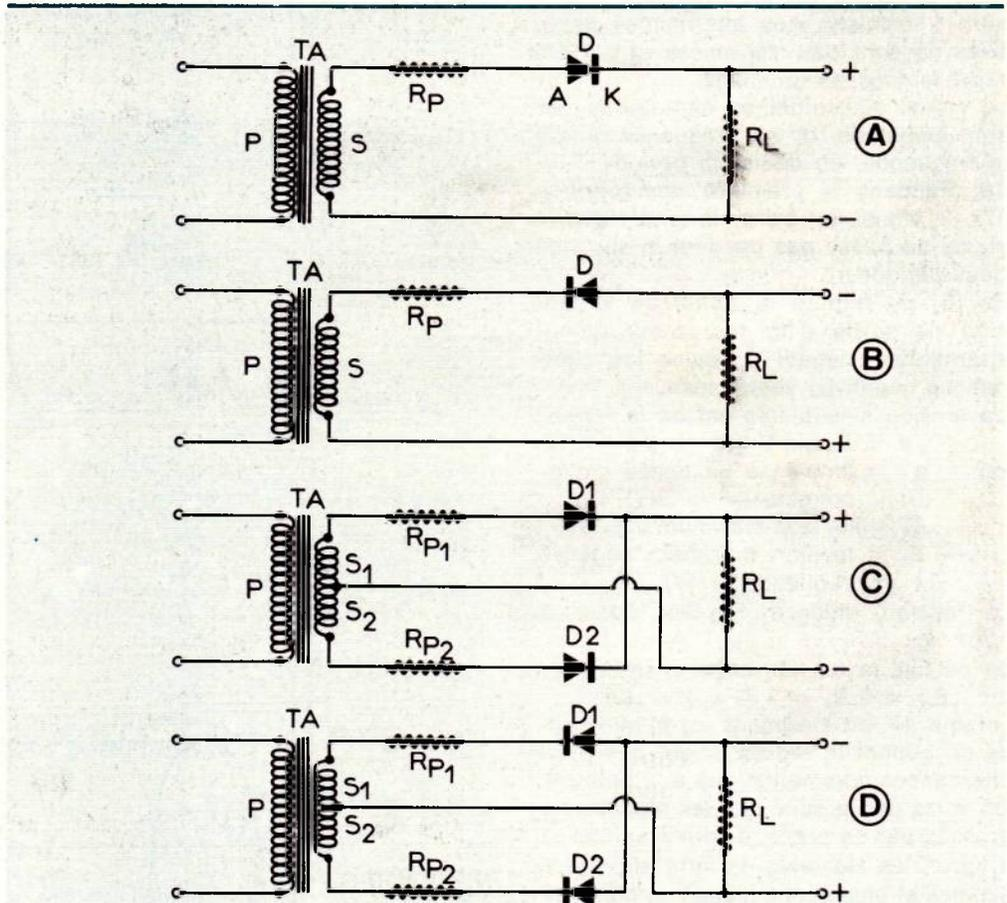

Figure 1
Voici à la **figure 1** les schémas de redresseurs suivants.
En A la tension à la sortie d'un redresseur du type mono-alternance « positif » comme celui de (A) de la figure 1. On voit que seules les alternances positives du signal sinusoïdal fourni par S sont transmises. Les alternances négatives ne sont pas transmises et ont été représentées en pointillés.
Dans le cas du montage mono-alternance (figure 1 (A) et (B)) la tension de sortie e_s est :